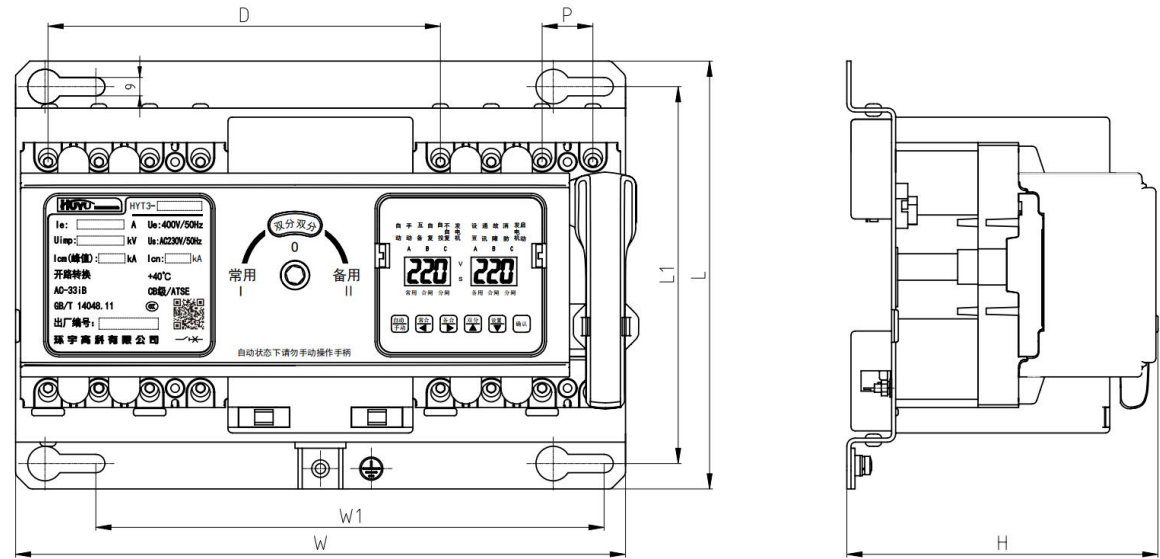

图4 HYT3-125~630产品外形及安装尺寸图
9.1 HYT3-125~630 外形及安装尺寸见图 4 和表 6。